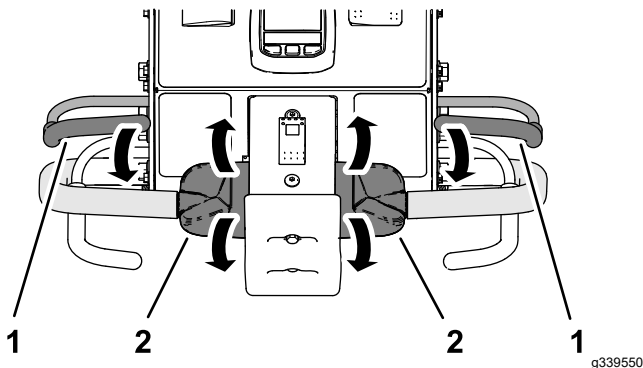

Figura 32
2. Țineți maneta pentru prezența operatorului la bara de ghidare și rotiți comanda traciunii (Figura 32) spre înainte sau rotii-o spre înapoi și porniți motorul.